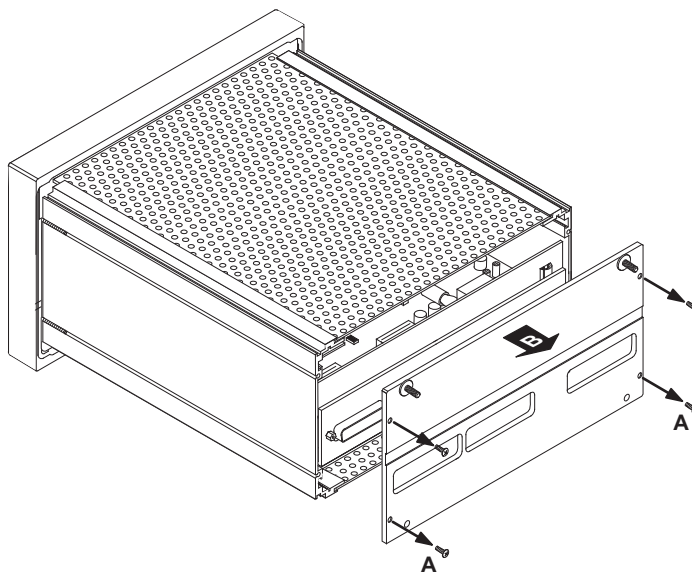

Bild D 8-1: Entfernen der Abdeckung auf der Rückseite
4. Lösen Sie auf der Rückseite die vier Befestigungsschrauben und nehmen Sie die Abdeckung ab (siehe Bild D 8-1).